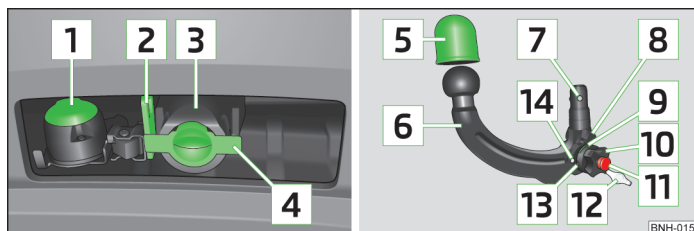

Fig. 104 Suportul dispozitivului de tractare / tija cuplei
- > Scoateți masca pentru locul de fixare **4** » fig. 104 la pagina 116 trăgând în jos.
- Puneți masca pentru locul de fixare **4** » fig. 104 la pagina 116.